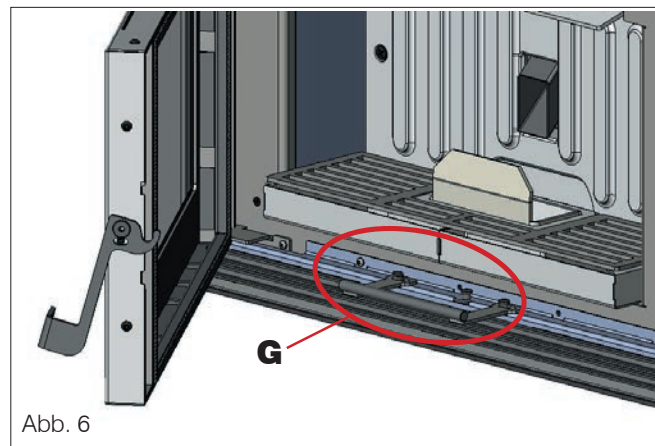
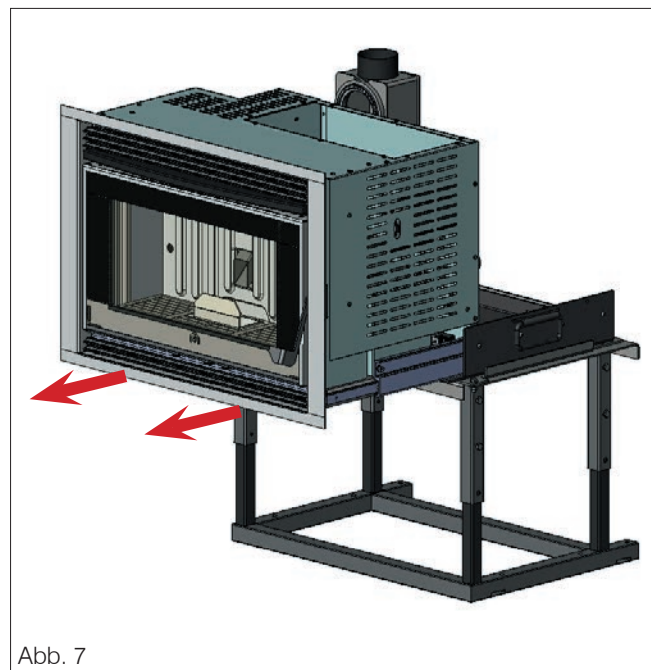

Abb. 6
Abb. 7
- Den mitgelieferten Griff an den am unteren Gitter befestigten Stiften einhaken (G - Abb. 6) und den Einsatz bis zum Anschlag heranziehen (Abb. 7).
- Über den Griff (G - Abb. 6) den Einsatz bis zum Anschlag zu sich ziehen (Abb. 7).